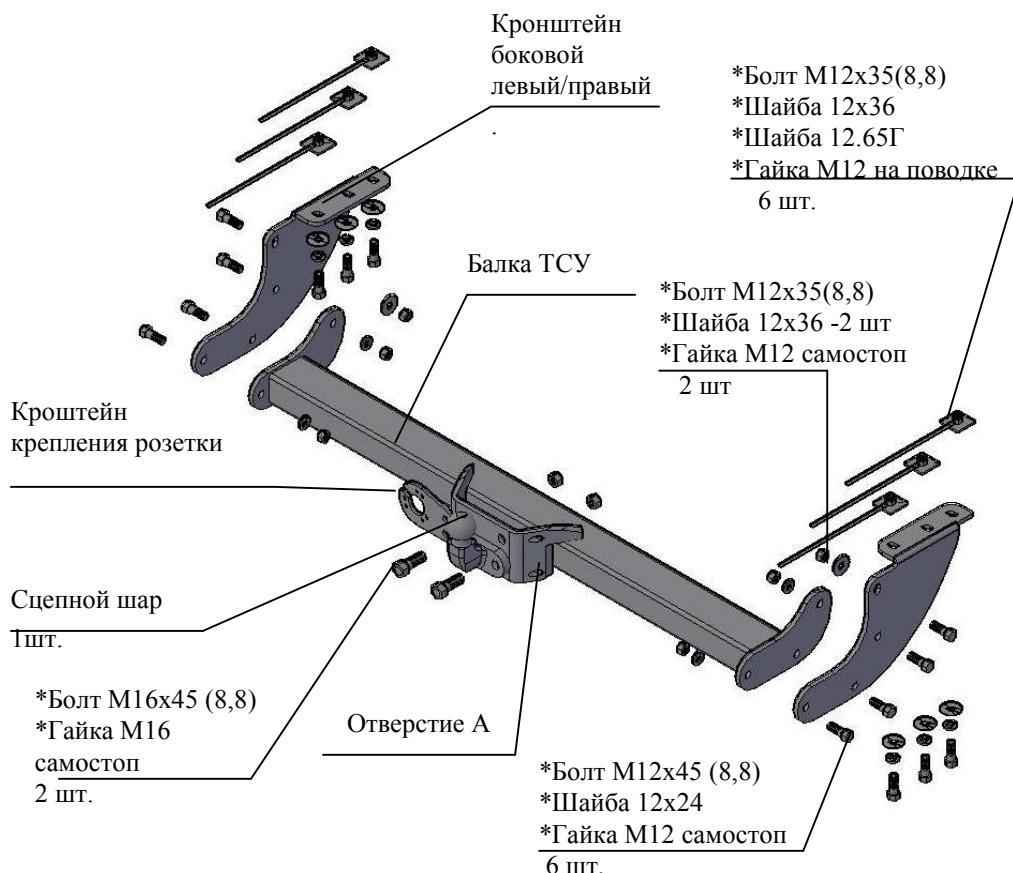

Рис.1 Тягово-сцепное устройство 6050 .
2.1 ТСУ 6050 в сборе (рис.1)	1 шт.
2.2 Пакет с комплектующими (см. рис.1)	1 шт.
4.2 Закрепить боковые кронштейны ТСУ (правые и левые соответственно рис.1) к нижним полкам лонжеронов а/м болтами M12x35 и гайками M12 на поводке, подложив под головки болтов шайбы 12,65Г и шайбы 12x36 и к кронштейнам крепления заднего бампера болтами M21x35 и гайками